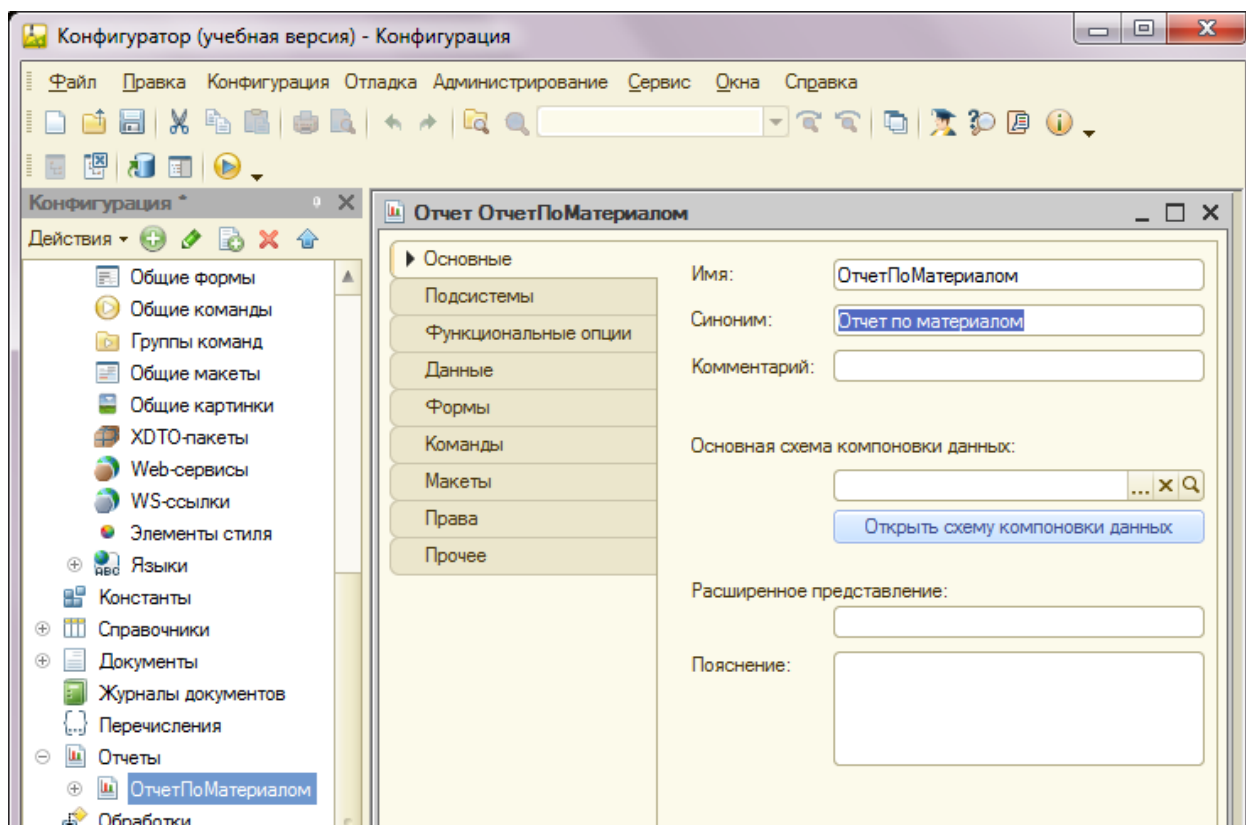

Рис. 49. Пример создания отчета
1. Создать объект «ОтчетПоМатериалам». Создание объекта реализуется как и других объектов платформы через панель конфигуратора (рис.49).
2. Для открытия схемы компоновки данных, на вкладке «Основные» необходимо нажать на кнопку «открыть схему компоновки данных» (рис.49.).